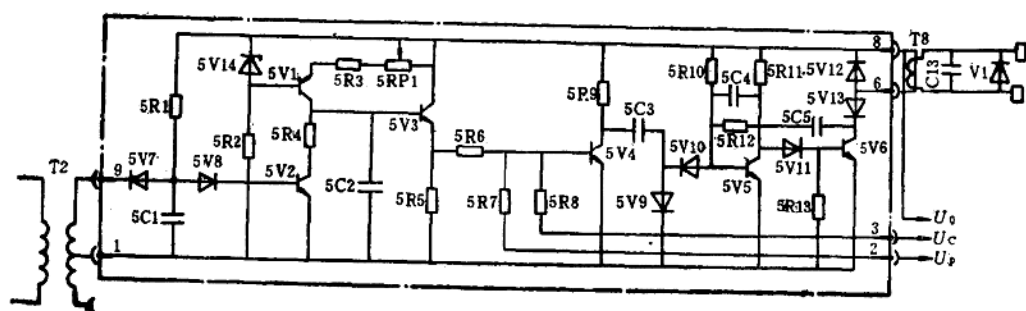

图15-3-1 锯齿波同步触发电路
1) 交流调压 本设备采用三相进线由三组反并联晶闸管控制的线路，由于没有中线，所以每相电流必须同另一相构成回路。因此，在三相中至少要有有一个正向、一个反向的两相晶闸管同时导通，电流才能流通。为了在起动机以及在延迟角 α 较大而电流断续时能保证两相中一个正向、一个反向的晶闸管同时导通，此线路要求采用宽脉冲或双脉冲触发，本设备采用宽脉冲触发。触发电路如图15-3-1所示。该电路是典型的锯齿波同步移相触发电路。该电路的工作原理详见第4章第3节，这里不再重述。